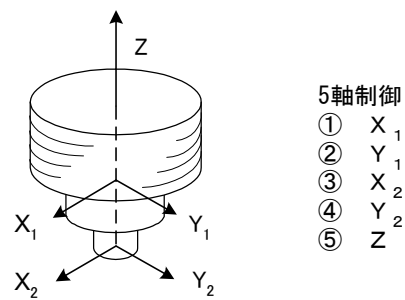

図3-2 5軸制御の概要
ラジアル磁気軸受 (6) は上下に配置され、アキシアル磁気軸受 (7) は、駆動軸下端部に配置されています。磁気軸受近傍にはそれぞれにギャップセンサ (9) が配置され、ロータ位置を検出しています。図 3-2 に 5 軸制御の概略を示します。回転の自由度以外の 5 軸を制御することによってロータは浮上します。
物体が運動する自由度は6方向あります。ターボ分子ポンプの場合、回転軸（Z軸）まわりの運動自由度を除く、下記の5自由度で運動を制御できます。また、実際には座標変換された図3-2の5軸によりロータを浮上制御しています。